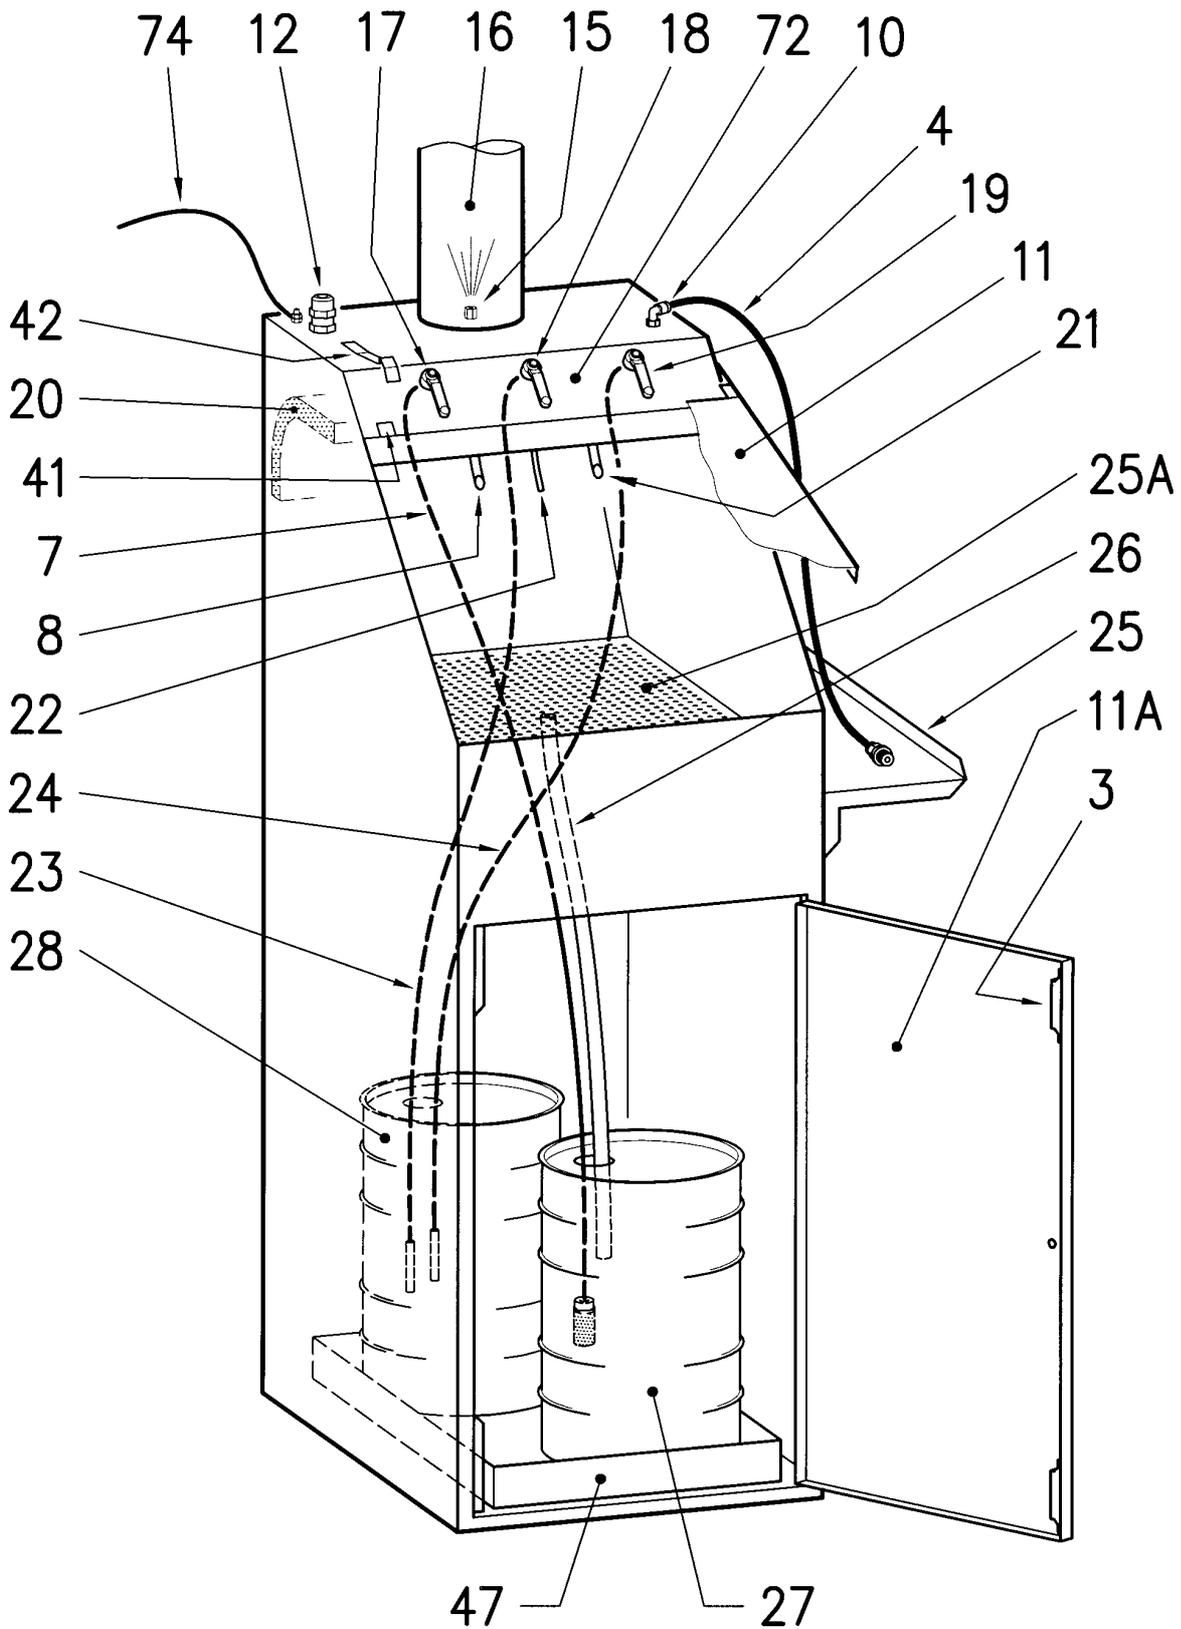

Figure 1
Le **Laveur-pulvérisateur** est principalement constitué d'un récipient en acier zingué (Cf. figure 1) dans lequel sont logés une tôle perforée d'appui et d'écoulement, des tuyaux souples (pos. 7-23-24-26 fig.1) pour le remplissage et la vidange du diluant, introduits dans les récipients situés à la base de la machine, et de commandes situées sur le panneau à l'avant.
Les fumées et les vapeurs de diluant, nébulisés dans l'air à l'intérieur de la machine, sont convoyées et aspirées automatiquement chaque fois que l'opérateur ouvre la porte supérieure (pos. 11 fig.1), et évacuées à l'extérieur par l'effet venturi provoqué par la buse (pos. 15 fig.1) dans le tuyau (pos. 16 fig.1).
- La commande de la pompe à venturi pour le diluant souillé (pos. 17 fig.1).
- La commande du nébuliseur (pos. 18 fig.1).
- La commande de la pompe à venturi pour le diluant propre (pos. 19 fig.1).
SCHEMA DU LAVEUR-PULVERISATEUR (Cf. figure 1):
| Contenance de chaque récipient du diluant (pos. 1- Fig. 1) | L | 25 |
- 8) Veiller à ce que les tuyaux soient bien introduits dans les récipients (cod.27 et 28 - fig.1).
- 9) Veiller à ne pas endommager les tuyaux sur les bords des récipients (cod.27 et 28 - fig.1).
- **Il est interdit** de poser des objets aux dimensions non adéquates et de poids supérieur à 10 kg sur le plan de travail (pos. 25A fig.1) du **Laveur-pulvérisateur**
- **Il est interdit** de débrancher et rebrancher fréquemment le tuyau d'alimentation en air au raccord (pos.12 fig.1).
- **Il est obligatoire** de relier le câble extérieur de la terre (pos. 74 fig.1) à l'installation de l'atelier avant d'utiliser le **Laveur-pulvérisateur**.
- **Il est obligatoire**, avant d'utiliser le **Laveur-pulvérisateur**, de contrôler si les tuyaux de remplissage et de vidange du diluant (pos. 7-23-24-26 fig.1) sont bien introduits dans leurs récipients respectifs. Veiller à ne pas les plier et contrôler qu'ils ne sont pas endommagés. Contrôler également que le tuyau de vidange (pos. 26 fig.1) est toujours bien en pente et que l'extrémité n'est pas immergée dans le diluant.
- **Il est obligatoire** de nettoyer périodiquement le filtre à sec (pos. 20 fig.1).
- **Il est obligatoire** de nettoyer périodiquement le plan de travail (pos.25 fig.1) et le convoyeur (pos.5 fig.1).
- **Il est obligatoire** de contrôler périodiquement le niveau du diluant dans les récipients (pos. 27 et 28 fig.1) pour éviter qu'il ne déborde.
- **Il est conseillé**, avant de commencer à travailler, de verser 8 litres de diluant dans le récipient (pos. 27 fig.1).